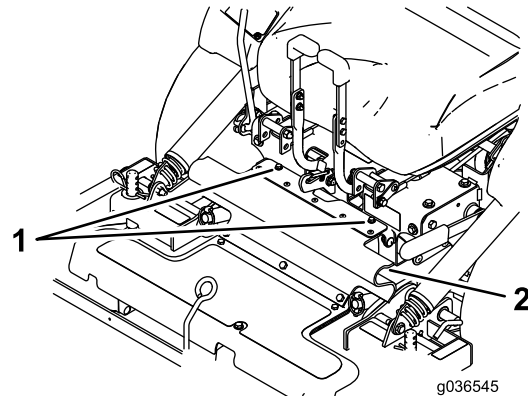

Figure 77
7. Desserrez les boulons fixés au déflecteur en caoutchouc (Figure 77).
7. Alignez la partie supérieure de la protection en caoutchouc et fixez-la avec les boulons présents (Figure 77).